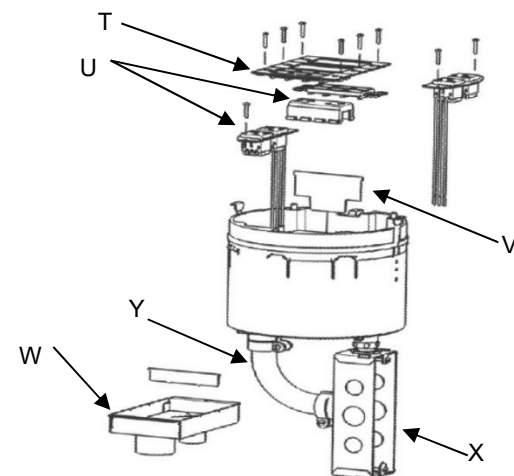

Fig. 12
Pour convertir une traversée de plancher avec coupe-feu Hubbell de 20 cm munie d'un couvercle encastré vers un couvercle pour mobilier, utiliser l'ensemble de composants S1R8PTFFCOMPKIT. Retirer le couvercle encastré installé, la plaque (T), le dispositif (U), les cloisons (V), la boîte de d'accessoire (W), la boîte de jonction (X) et le tube flexible métallique (Y). Consulter la Fig. 12.